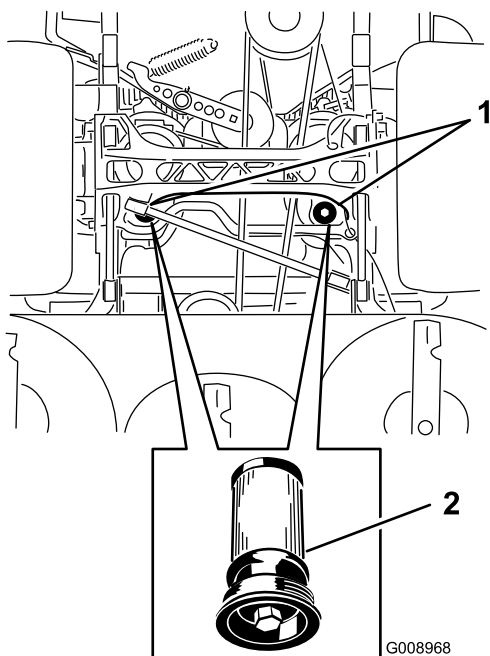

Figura 91
5. Coloque un recipiente debajo del filtro, retire el filtro usado y limpie la superficie (Figura 91).
6. Aplique una capa fina de fluido hidráulico a la junta de goma del filtro nuevo (Figura 91).